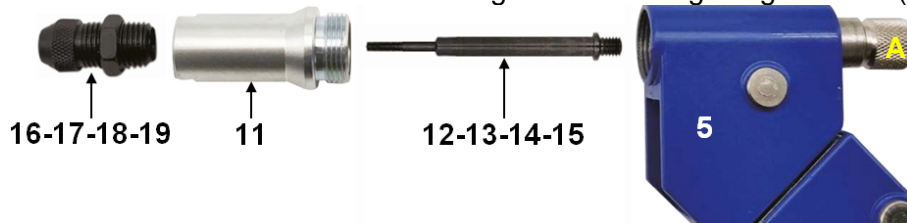

Abb. 2
1. Bauen Sie das Werkzeug wie in Abbildung 2 gezeigt zusammen.
6. Betätigen Sie den Griff mehrmals, bis die Nietmutter fest in der Bohrung sitzt. Entfernen Sie den Dorn von der Nietmutter durch Drehen des gerändelten Zugstangenendes (A).